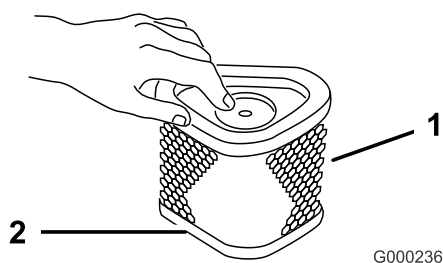

Figure 26
- A. Tapotez doucement l'élément sur une surface plane pour déloger la poussière et la saleté (Figure 26).